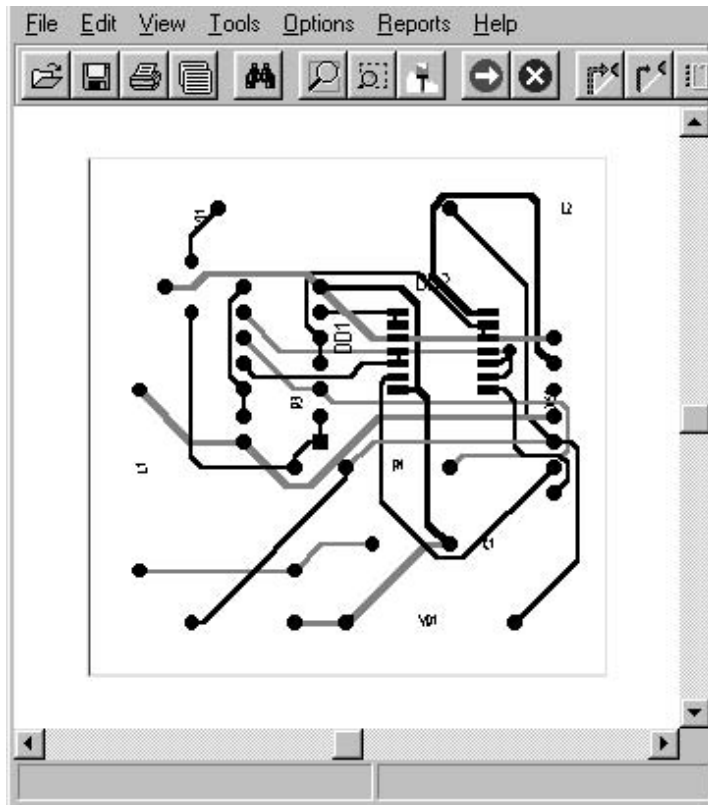
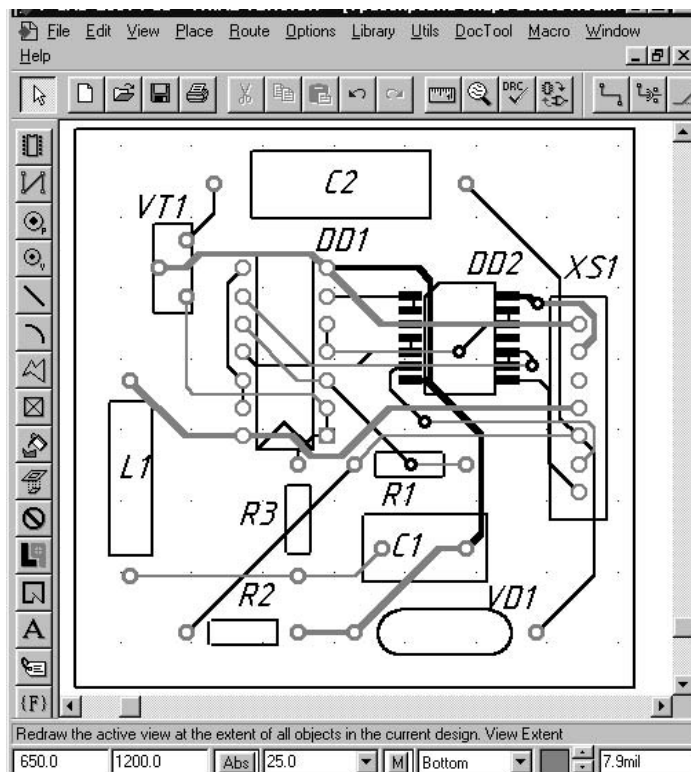

Рис.8.2.9
Рис.8.2.10
- Для трассировки ПП выполнить команды **Tools / Start Autorouter**. Программа выполнит трассировку проводников (рис.8.2.9). Неоднократное нажатие на кнопку **Start Autorouter** приводит к перетрассировке рисунка ПП. Поэтому, пользуясь этой командой, можно получить более качественный рисунок ПП (рис.8.2.10).